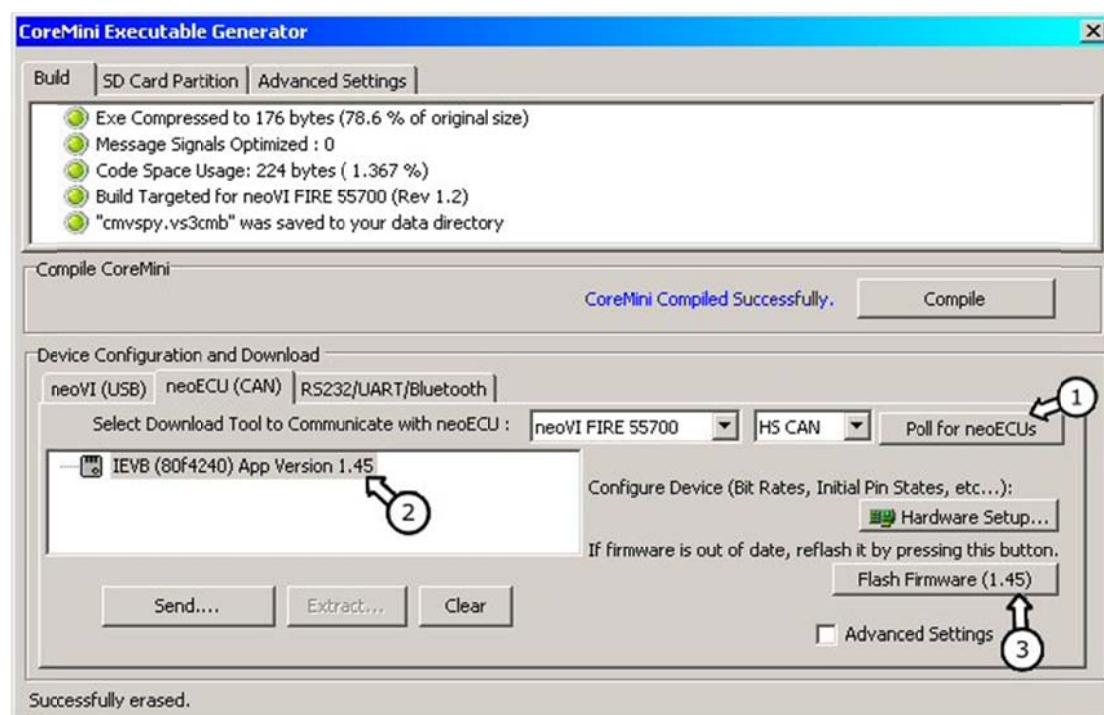

图 7-1 CAN 类型 neoECU 设备的固件刷新
对于 CAN 类型的 neoECU 设备，打开 CoreMini 控制台（见“Tools”->“Utilities”，然后选择“CoreMini Console”）。单击“Poll for neoECUs”（如图 7-1 中①）按钮，当发现设备时，将会显示“App Version”（如图 7-1 中②）。“Flash Firmware”按钮（如图 7-1 中③）将显示 Vehicle Spy 中的固件版本。如果这两个数字不匹配，您将使用“Flash Firmware”按钮刷新固件。